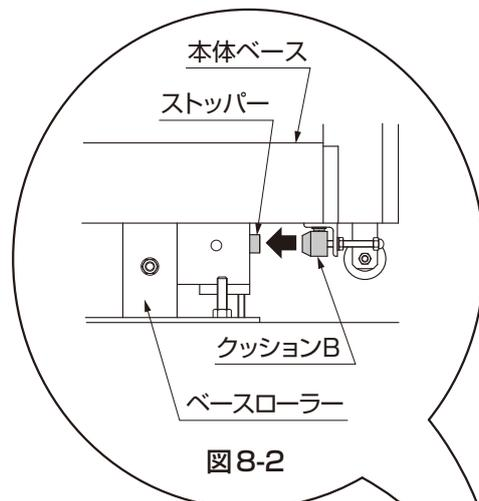

図 8-2
- ②本体をクッションBがストッパーに当たるまでいっぱい引き出してください。(図 8-2 参照)
- ③戸当り柱の戸車ガイドに、本体の戸車が乗り上げる位置に戸当り柱を置いてください。